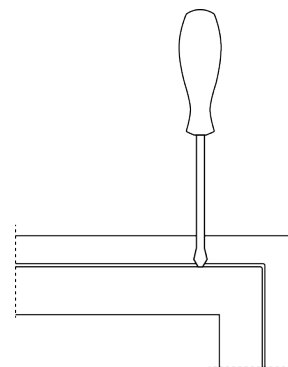

Рисунок 1
2. Снять декоративную рамку из светильника, поддев ее плоской шлицевой отверткой (рис.1).